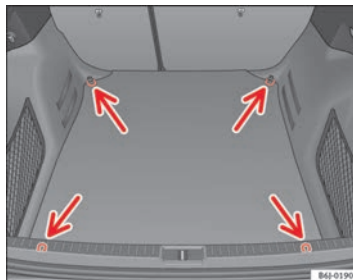

Fig. 94 Emplacements des œillets d'arrimage dans le coffre à bagages
- Arrimez les objets transportés à ces œillets d'arrimage ⇒ fig. 94 -flèches-.